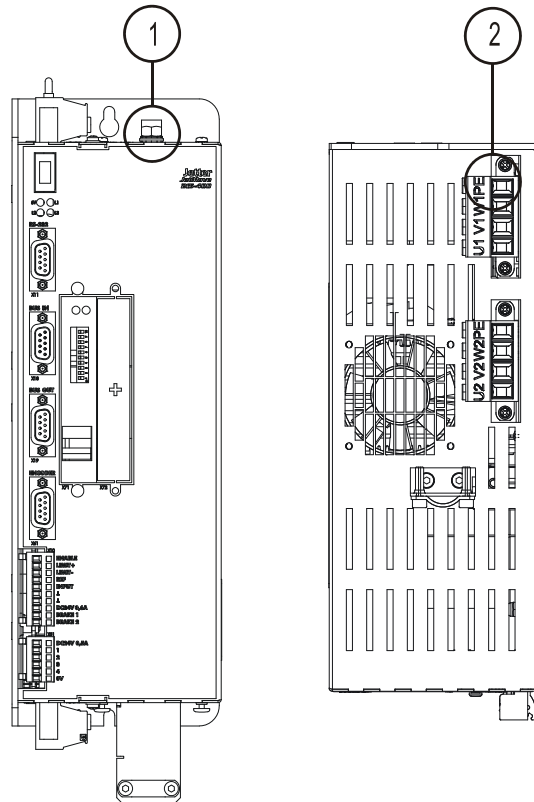

Abb. 1: Doppelte Erdung
- Schließen Sie den Schutzleiter am PE-Bolzen der Gehäuseoberseite (1) und an der PE-Anschlussklemme X1 (2) an, vgl. hierzu Abb. 1). Der Querschnitt der beiden Erdungsleitungen muss gleich oder größer sein als der Querschnitt der Versorgungsleitungen (mindestens 2,5 mm²).
- Führen Sie eine korrekte Verkabelung der Erdung (PE) nach den Anschlussplänen durch, siehe Kapitel 10 "Anschlusspläne", Seite 85.
- Den Erdanschluss an das Gehäuse anschließen. Dazu siehe Abb. 1 auf Seite 16.